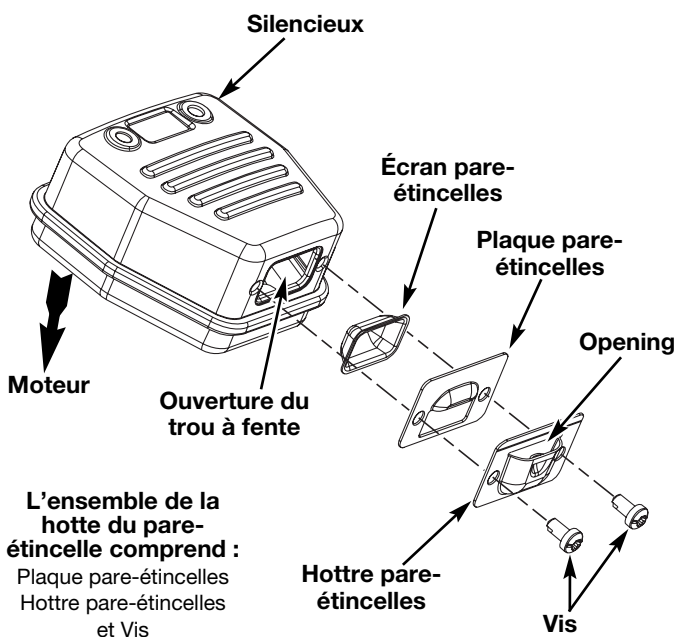

Fig. 30
2. Situez le pot d'échappement sans le retirer. Trouvez les deux (2) vis sur la partie inférieure du pot d'échappement (Fig. 30) Ces deux vis tiennent l'ensemble du déflecteur d'échappement et l'écran pare-étincelles à la partie inférieure du pot d'échappement. Retirez les deux (2) vis en vous servant soit d'un tournevis torx #20 ou d'un tournevis plat.
6. Placez la plaque du pare-étincelle au dessus du pare-étincelles avec le côté « élevé » vers le haut et l'ouverture vers le moteur (Fig. 30).
7. Placez la hotte du pare-étincelle sur la plaque du pare-étincelle avec le côté « élevé » vers le haut et l'ouverture tournée DU COTE OPPOSE au moteur (Fig. 30). Assurez-vous que l'échappement soit bien tourné DU COTE OPPOSE au moteur.